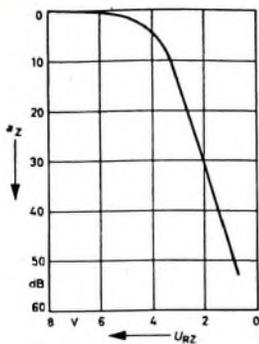

Bild 4. ZF-Regelverhalten (Mittelwert)
aufwärts geregelt. Bild 4 zeigt den Verlauf der Herabregelung  $a_z$  der Verstärkung in Abhängigkeit von der ZF-Regelspannung  $U_{RZ}$ . (Der Collectorstrom des AF 200 steigt mit abnehmender Regelspannung von 4,2 mA bei 7 V auf 8,2 mA bei 0,5 V.) In dem für diese Betrachtung interessierenden Regelungsgebiet  $30 \text{ dB} < a_z < 47 \text{ dB}$  verläuft die ZF-Regelkurve mit guter Näherung nach
Hierin ist  $S$  die Regelsteilheit (nach Bild 4 etwa  $20 \text{ dB/V}$ ) und  $U_{RZ1}$  die zur Herabregelung  $a_{z1} = P_{A1}$  gehörige ZF-Regelspannung (etwa 1,75 V). Vom Beginn der HF-Vorstufenregelung an besteht zwischen der HF-Vorstufenregelspannung  $U_{RH}$  und der ZF-Regelspannung  $U_{RZ}$  ein linearer Zusammenhang nach Gl. (3)